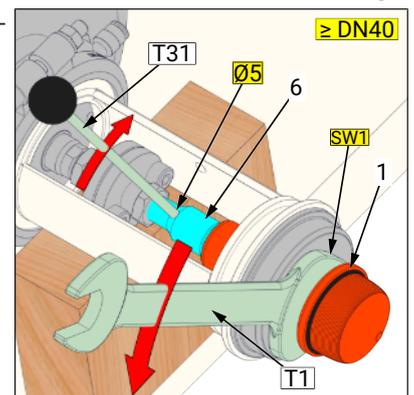

Abbildung 4
- Abb. 4: Ausbau über Schlüssel­fläche (SW1) (\cong DN40)
- Damit die Bohrung (B1) sichtbar wird, muss zuerst der Einsatz (2) abgezogen werden.
- Mit einem Zapfenschlüssel (T10) den Kolben (1) bzw. Regelkegel (Sk_m) aus der Spindel (6) ausschrauben. Mit einem Rundstab (T31) an der Spindel (6) über die Bohrung (Ø5) gehalten.